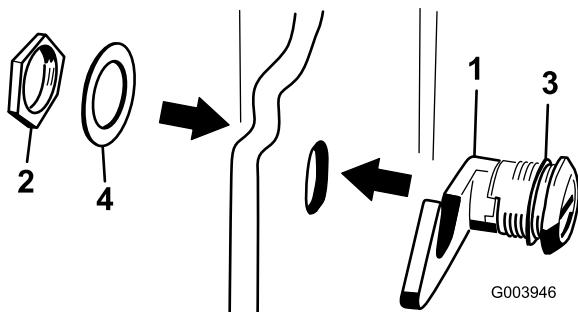

図 18
- フードラッチ・アセンブリからナットを取り外す（図 18）。